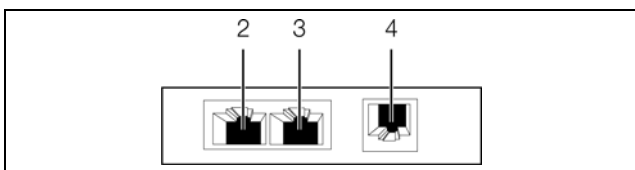

Рис. 7: Задняя сторона датчика CAN-Bus
- Подключите один из следующих датчиков CMC-TC к соответствующему порту (рис. 7, поз. 4).
- Соедините датчик CAN-Bus кабелем CAN-Bus с интерфейсом CAN-Bus Процессорного блока CMC III или с соседним компонентом в шине CAN-Bus (рис. 7, поз. 2).
■ При необходимости подключите ко второму, свободному интерфейсу CAN-Bus датчика CAN-Bus (рис. 7, поз. 3) следующий компонент (например, датчик другого типа).